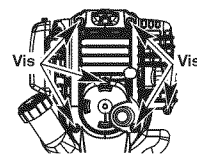

Fig. 32
1. Retirez les six (6) vis à l'arrière de la couverture du moteur avec un tournevis plat ou un tournevis Torx® T-25 (Fig. 32).
4. Déposez le couvercle du moteur (Fig. 32).